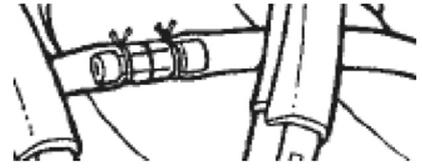

Abbildung 4-37. Fadenverbindungskonnektor
5. Nahtmaterial zur anderen Konnektorseite schieben und wie angegeben abbinden (**Abbildung 4-37**).